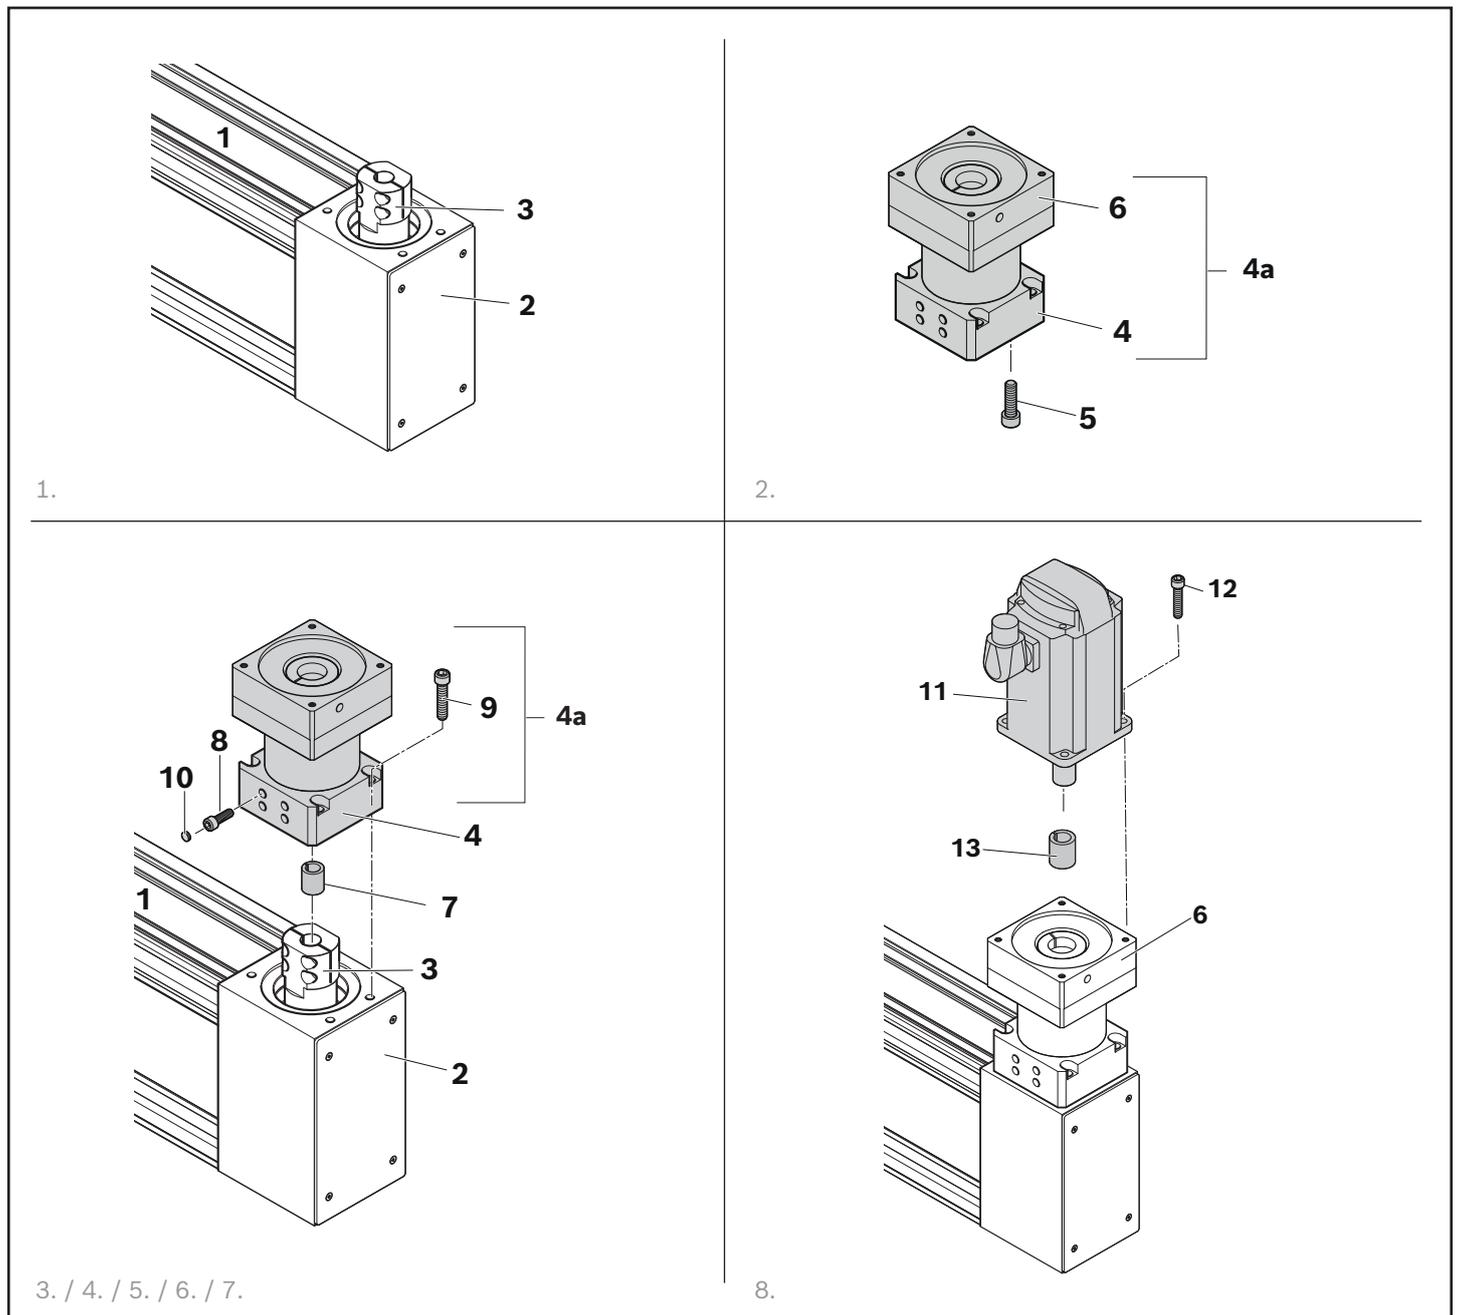

Fig. 28: Getriebeanbau CKR-280
1. Das Linearsystem entsprechend drehen (Hauptkörper unterstützen ⇒ Fig. 28), so dass die Klemmnabe (3) nach oben zeigt.